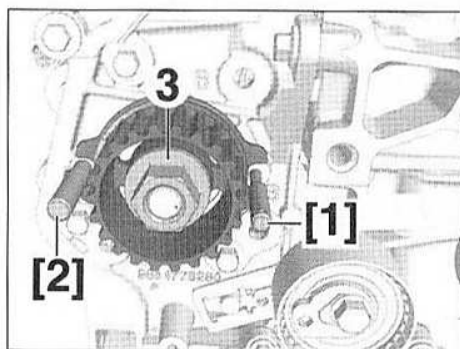

FIG.36
- l'outil [1] et mettre en place l'outil [2] (Fig.36),
- l'écrou (3).